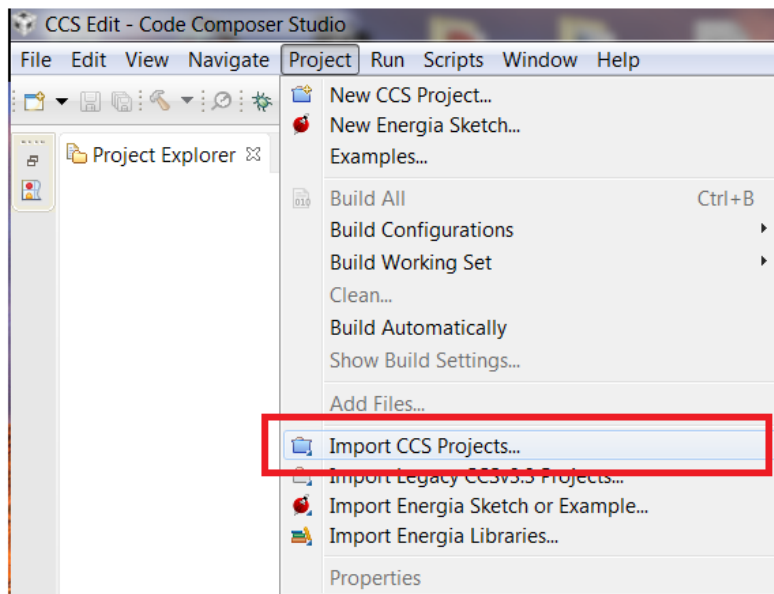

图 2. CSS 项目 (CSS Project) 选项卡
1. 打开 CCS 并选择项目 (Project) 选项卡，然后选择导入 CCS 项目 (Import CCS Projects)... 选项（请参见图 2）。